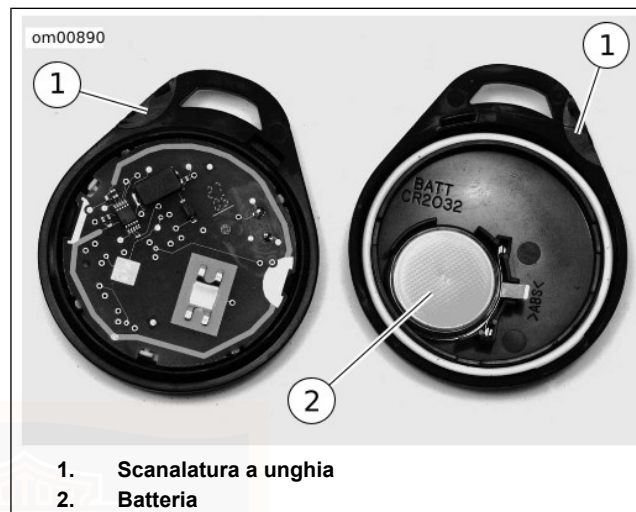

Figura 21. Batteria del portachiavi elettronico
1. Vedere Figura 21. Fare leva delicatamente con una lama sottile nella scanalatura (1) sul lato del portachiavi per separare le due metà.
2. Togliere la batteria (2) ed eliminarla.